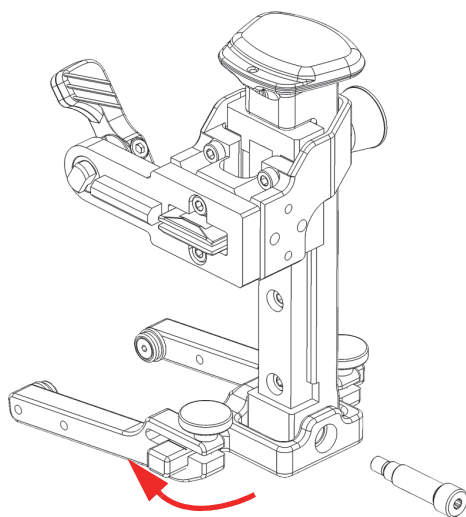

Рис. 2-23 Переворачивание стержня вилки
6. Поверните стержень вилки на 180 град. и снова вставьте его в слайдер подпружиненного рычага (Рис. 2-23 на стр 58).